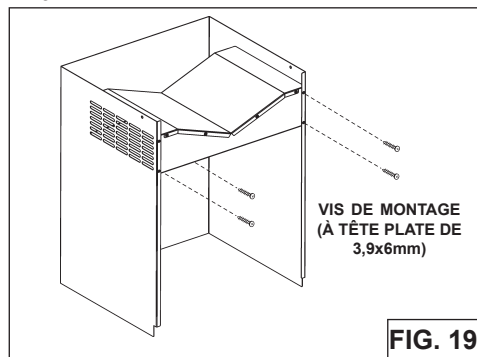

FIG. 19
- Installez le collecteur dans le carneau décoratif supérieur à l'aide des 4 vis de 3,9 x 6 mm fournies, ainsi qu'indiqué (Fig.19).